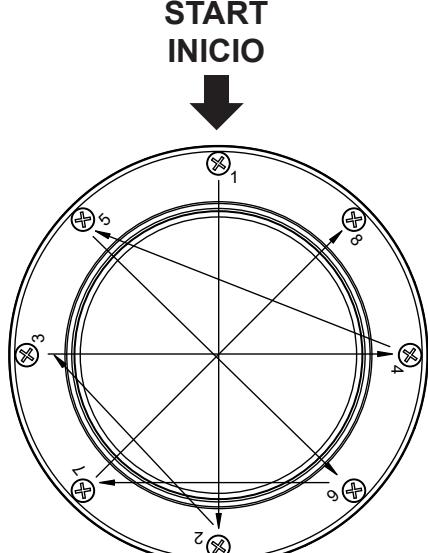

Fig. 3
- Apriete los tornillos en secuencia, según la Fig. 3, apriete cada tornillo a 20-25 pulg./libras (2.3-2.8 N·m).